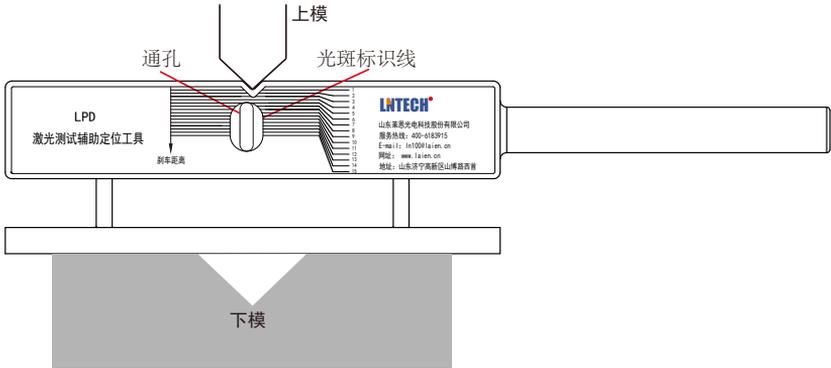

图 6-2 LPD 辅助定位工具放置示意图
3. 如图 6-2 所示，将辅助定位工具平放在下模上，接近发光器侧，上模以安全速度 ($\leq 10\text{mm/s}$) 下行，使上模模尖压在辅助定位工具的凹槽内，停车。